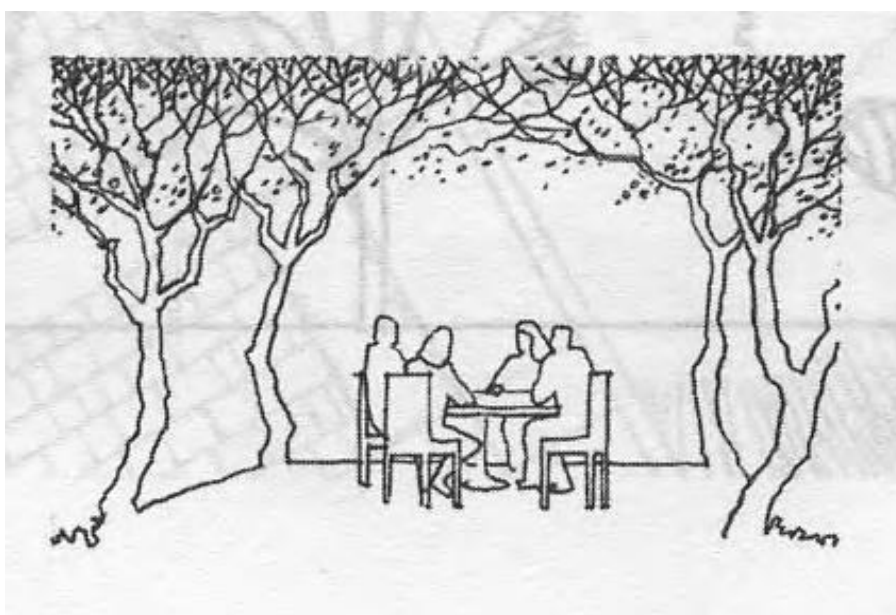

Рис.14. Антураж.
- ограничить внешнее пространство вокруг сооружения (рис. 14);